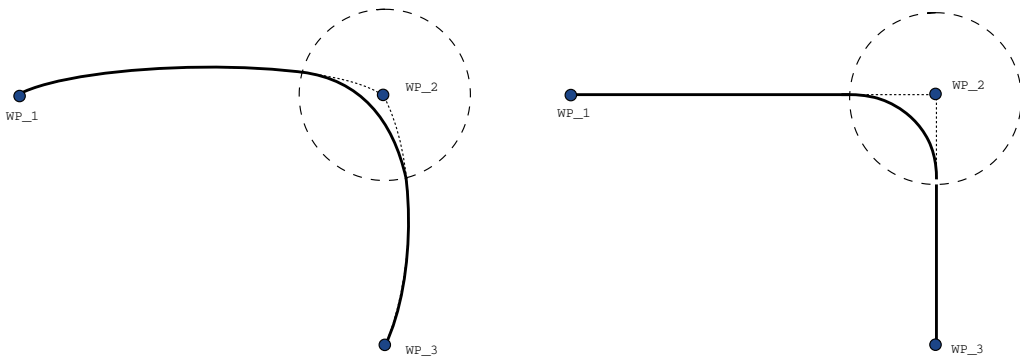

图 15.6: 关节空间 (MoveJ) 与笛卡尔空间 (MoveL) 移动和交融。
- **涉及 MoveJ 的交融** MoveJ 交融在关节区生成一条平滑的曲线。这适用于从 MoveJ 到 MoveJ、MoveJ 到 MoveL 和 MoveL 到 MoveJ 的交融。与没有交融的运动相比, 交融产生更加平滑和更快的轨迹（见图 15.6）。如果使用速度和加速度来指定速度曲线, 则在交融